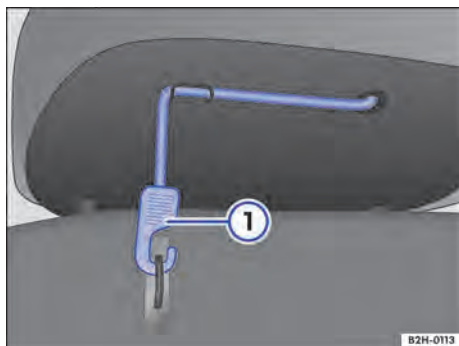

Fig. 74 Sob o banco traseiro: cinta de fixação da superfície do assento.
As duas superfícies do banco traseiro podem ser rebatidas para cima separadamente. Sob cada superfície do banco se encontra uma cinta de fixação → **Fig. 74**.
1. Desprender a cinta de fixação do suporte sob a superfície do banco → **Fig. 74** ①.
3. Inserir a cinta de fixação no encaixe sob a superfície do banco e prender no suporte → **Fig. 74**.